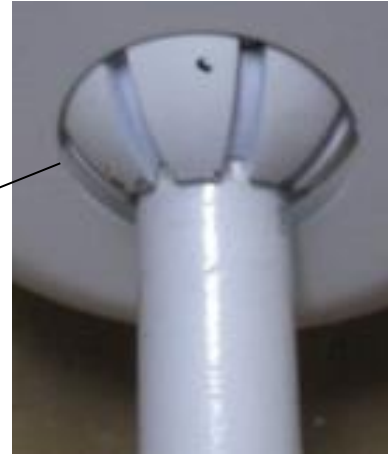

Fig. 7B
**NOTA:** Recuerde que el cabezal del ventilador puede oscilar 60°. Hay ranuras de llave (Fig.7B) en la bola de suspensión que le permiten ajustar la dirección del ventilador según sus necesidades.